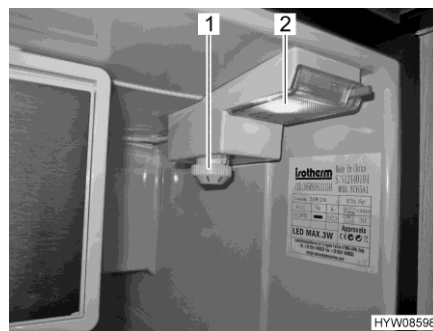

Bild 121 Reglage, knappar (kylskåp)
- Vrid temperaturregulatorn (Bild 121,1) medurs från läge "0" till läge "1". Apparaten är påslagen, inbelysningen (Bild 121,2) är tänd.
- Vrid temperaturregulatorn (Bild 121,1) moturs till läge "0". Vrid genom motståndet.
- Ställ in temperaturen på temperaturregulatorn (Bild 121,1).